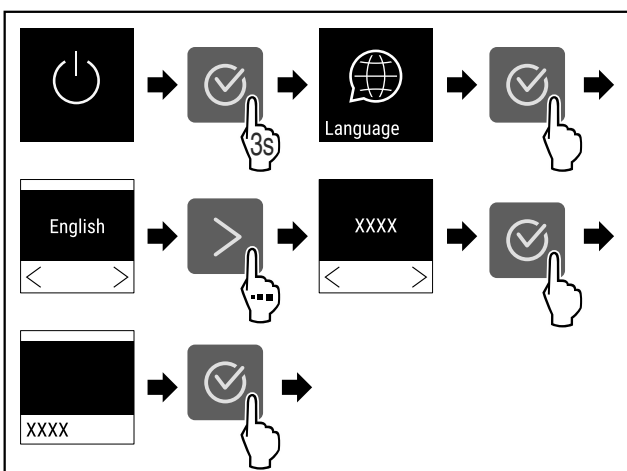

Fig. 52
- ▶ Провести етапи операцій (див. Fig. 52) .